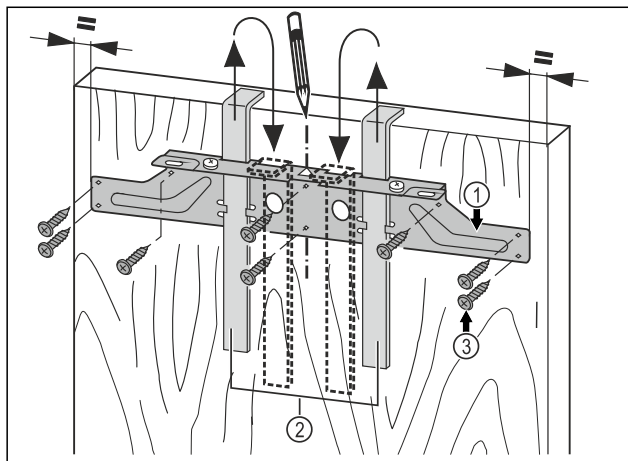

Fig. 20
- Befestigungstraverse Fig. 20 (1) mit den Montagehilfen Fig. 20 (2) auf die Innenseite der Möbeltür hängen.
- Befestigungstraverse Fig. 20 (1) mittig auf der Tür ausrichten.
- Die Befestigungstraverse Fig. 20 (1) mit mindestens 6 Schrauben Fig. 20 (3) festschrauben.
- Befestigungstraverse Fig. 20 (1) mit 4 Schrauben Fig. 20 (3) am Rand festschrauben.
- Montagehilfen Fig. 20 (2) nach oben herausziehen und in die danebenliegenden Aufnahmeöffnungen gedreht einschieben.